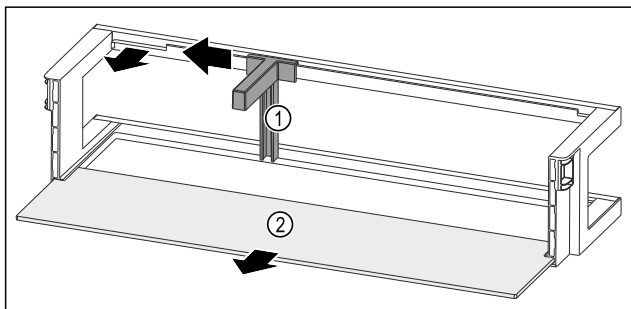

Fig. 243 Balconcino controporta con fermabottiglie e ripiano
- Spingere il fermabottiglie Fig. 243 (1) lateralmente fino all'incavo.
- Rimuovere il fermabottiglie Fig. 243 (1).
- Rimuovere il ripiano Fig. 243 (2).